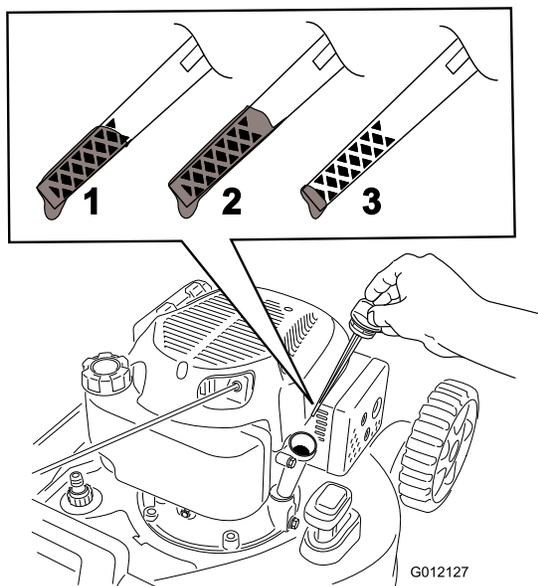

Bild 8
5. Siehe Bild 8, wie Sie den richtigen Ölstand am Peilstab ablesen.
Bild 8 dargestellt. Wenn Sie zu viel Öl in den Motor füllen, lassen Sie etwas Öl ab, siehe Wechseln des Motoröls“.